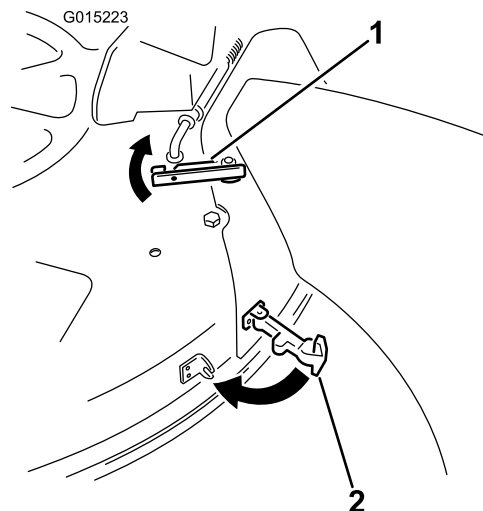

Figura 23
6. Sopra la guida di scarico, posizionate il fermo superiore attorno all'asta orientabile del deflettore, come illustrato nella Figura 23.
7. Fissate la guida di scarico sul piatto di taglio. Agganciate il fermo flessibile della guida di scarico al fermaglio saldato sul piatto di taglio, sul retro dell'apertura (Figura 23).